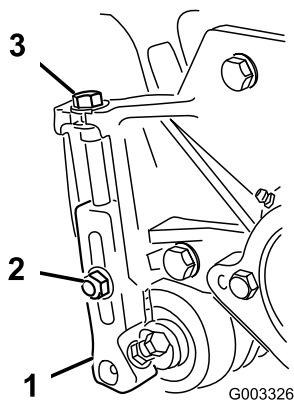

図 14
1. 刈り高アームをカッティングユニットのサイドプレートに固定しているロックナットをゆるめる (図 14)。